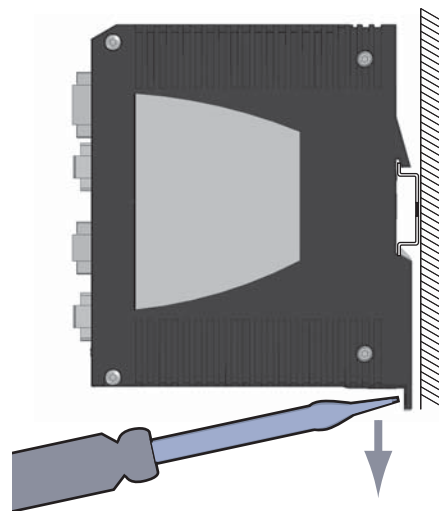

Abb. 3: Demontage des Gerätes (hier: RSR20/RSR30) von der Schiene (RSR-Wandmontageplatte)
- fahren Sie mit einem Schraubendreher waagrecht unterhalb des Gehäuses in den Verriegelungsschieber, ziehen diesen - ohne den Schraubendreher zu kippen - nach unten und klappen das Gerät nach oben (siehe Abb.3).